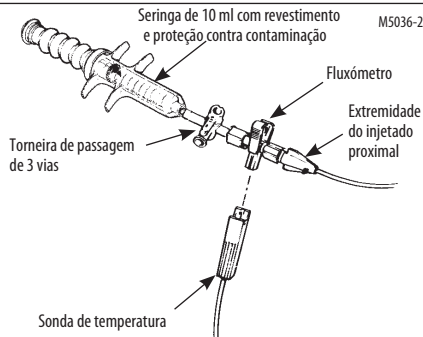

Figura 4. Sonda de temperatura e fluxômetro
2. Insira a sonda de temperatura do injetado reutilizável no fluxômetro (Figura 4). Fixe o sistema para minimizar o movimento junto do doente.
Remover a sonda de temperatura do fluxômetro (Figura 4)